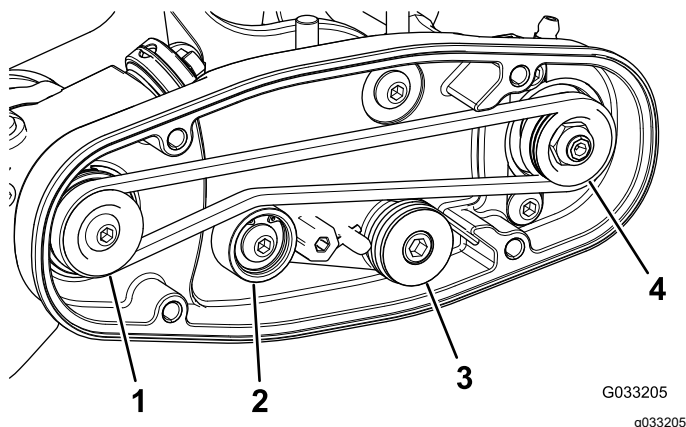

Figura 12
- Avvolgete la cinghia intorno alla puleggia **motrice** e successivamente intorno alla parte superiore della puleggia tendicinghia (Figura 12).